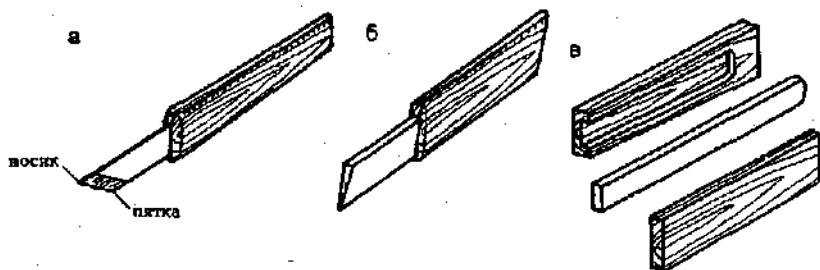

Рис. 19. Нож-косяк (а), богородский нож (б) и способ их изготовления (в)
*Способ второй.* Берут две тонкие дощечки из бука, дуба или березы. В одной из дощечек выдалбливают специальное гнездо и вставляют в него конец ножовочного полотна так, чтобы плоскость полотна была заподлицо с плоскостью дощечки. Обе дощечки смазывают клеем (эпоксидным или столярным) с наполнителем (опилками древесными, мелом, сажой и т. п.) и, соединив, выдерживают в струбине или в тисках до схватывания или высыхания клея (рис. 19). Можно сделать нож из стамески, старого плоского напильника или из ножа хорошей стали.